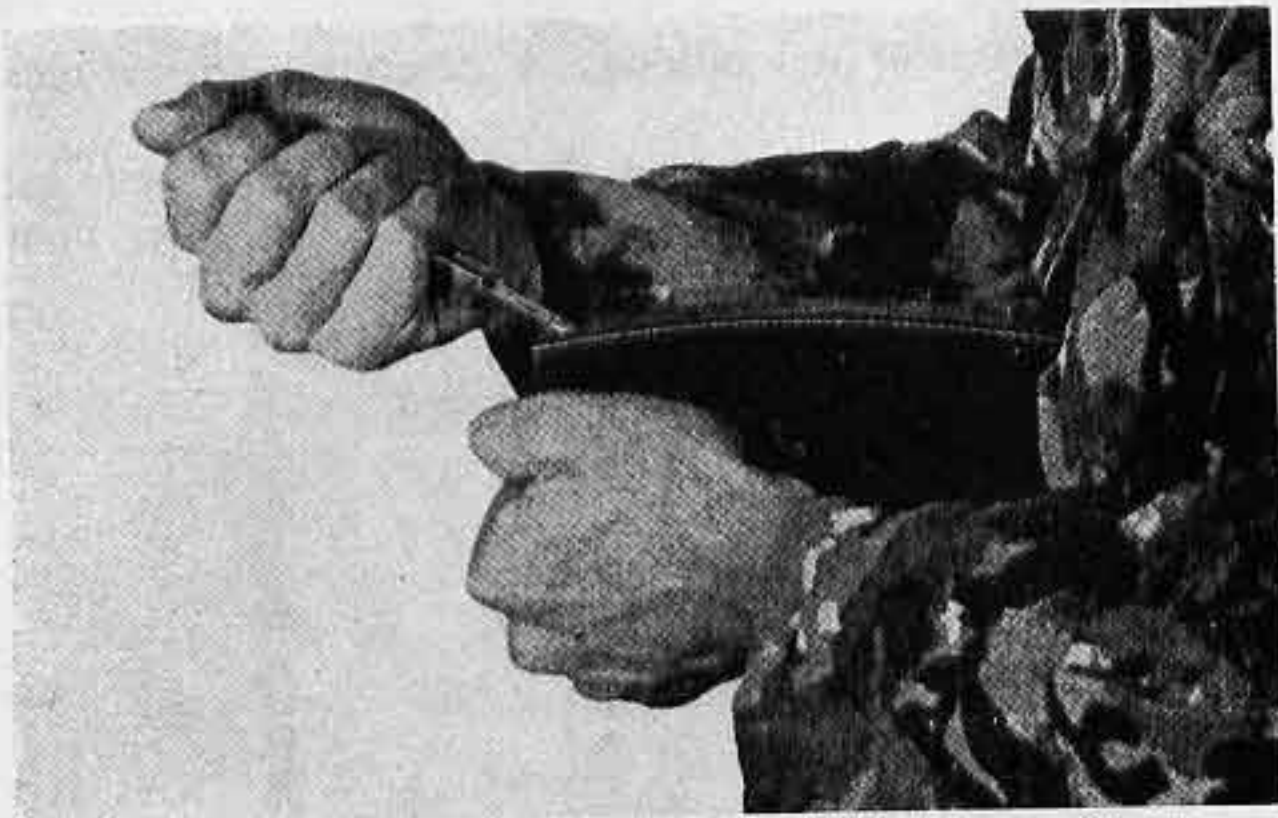

fig 25
- Démontez le magasin (fig 25)